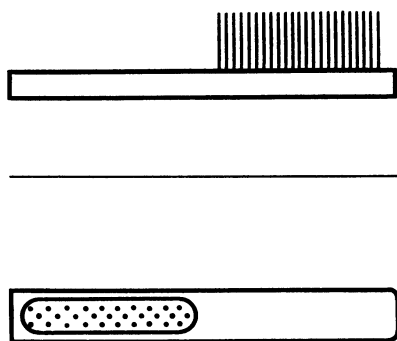

Рис. 11. Проецирование знакомого предмета
13. Дочертите третью проекцию щетки (рис. 11). Не забудьте про Мешалкина!